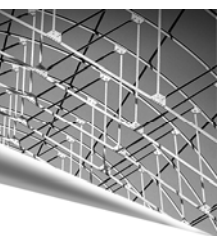

图 3-63 “材料内侧”选项示意图
4) 材料内侧：是指在成形状态下轮廓线在平面区域外侧平面内，示意图如图 3-63 所示。